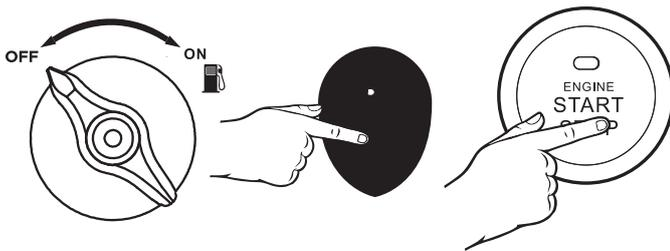

Figure 11: Arrêt de la génératrice
3. Déplacez le commutateur de régulation de carburant à la position ARRÊT(OFF), appuyez sur « Arrêt(stop) » sur la touche de démarrage à distance ou appuyez sur le bouton de démarrage une fois (voir la figure 11).